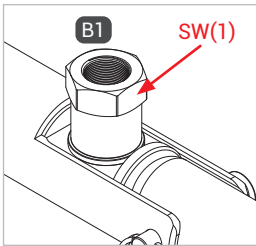

Abbildung 1
- ▶ Halten Sie beim Montieren der Medienleitung an der Schlüsselfläche SW(1) (Abbildung 1) mit einem Gabelschlüssel gegen.
- ▶ Verschrauben Sie die Betriebsmedienzuleitung „B1“ druckdicht mit dem Anschluss der Medienleitung (Abbildung 1). Anzugsdrehmoment $10 \text{ Nm} \pm 10\%$ (G1/8" IG).